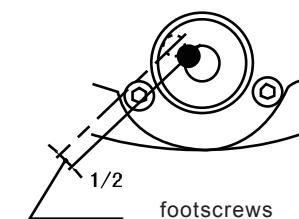

Fig.10
(I) Tournez la vis du pied de sorte que la bulle d'air soit au milieu (Figure 10)